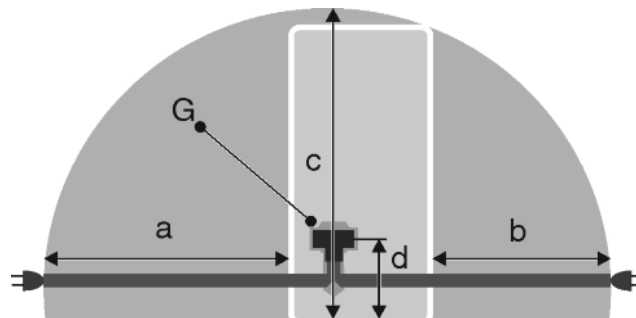

Fig. 51
- Розетка знаходиться за межами зони задньої стінки пристрою у заданому діапазоні Fig. 51 (a, b, c).
- ▶ Штекер пристрою Fig. 51 (G) вставити на задній стінці пристрою. Слід звернути увагу на належну фіксацію.